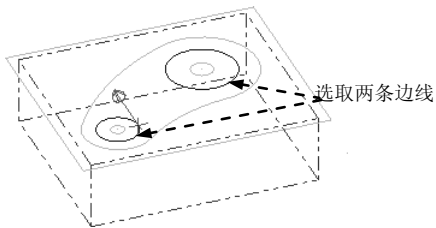
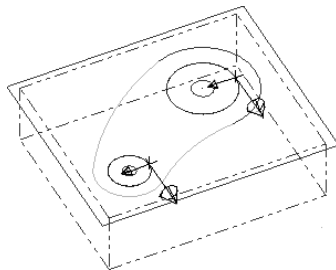

图 4.8.42 选取边线
图 4.8.43 定义方向
Step2. 设置加工区域。在图形区中选取图 4.8.42 所示的两条边线,并单击 **↔** 按钮调整其方向,如图 4.8.43 所示;单击 **✓** 按钮,完成加工区域的设置,同时系统弹出“2D 刀路-外形”对话框。